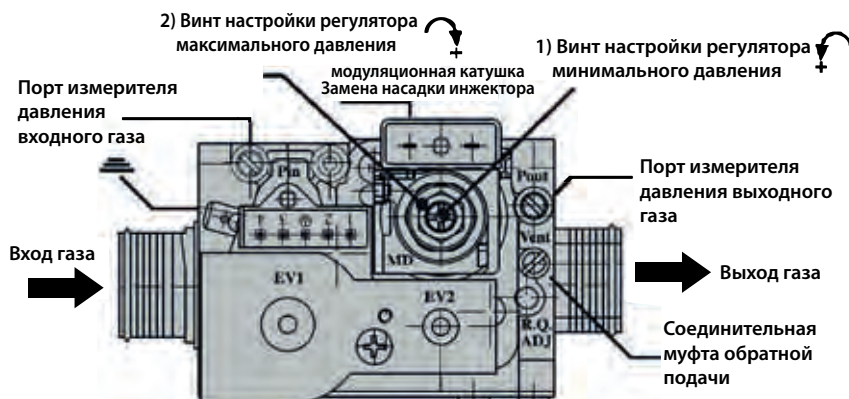

Рис. 24
- В отверстие (Ø9 мм) измерителя давления газа на выходе, установить манометр U (Рис. 24),
- Сняв защитный колпачок с регулировочного винта, показывающего максимальное давление газа, обозначенном под номером “2” на рис. 24, медленно повернуть винт по часовой стрелке для увеличения подачи газа на горелку, против часовой стрелки – для уменьшения.
- В отверстие (Ø9 мм) устройства для измерения давления газа на выходе, установить манометр U (Рис. 24).
- Регулировочный винт регулятора минимального давления, показанного на рис. 24 под номером “1”, повернуть по часовой стрелке для уменьшения подачи газа и против часовой